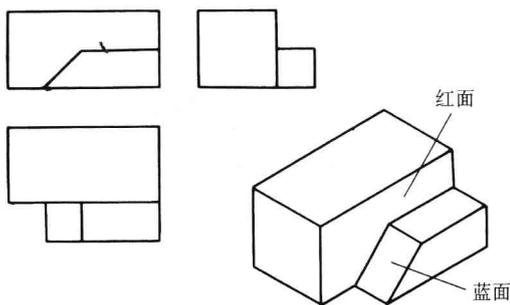

图 36
1. 根据立体图中指定的色面，用红蓝铅笔将该色面在三视图对应的投影涂成相同的颜色（图 33~图 36）